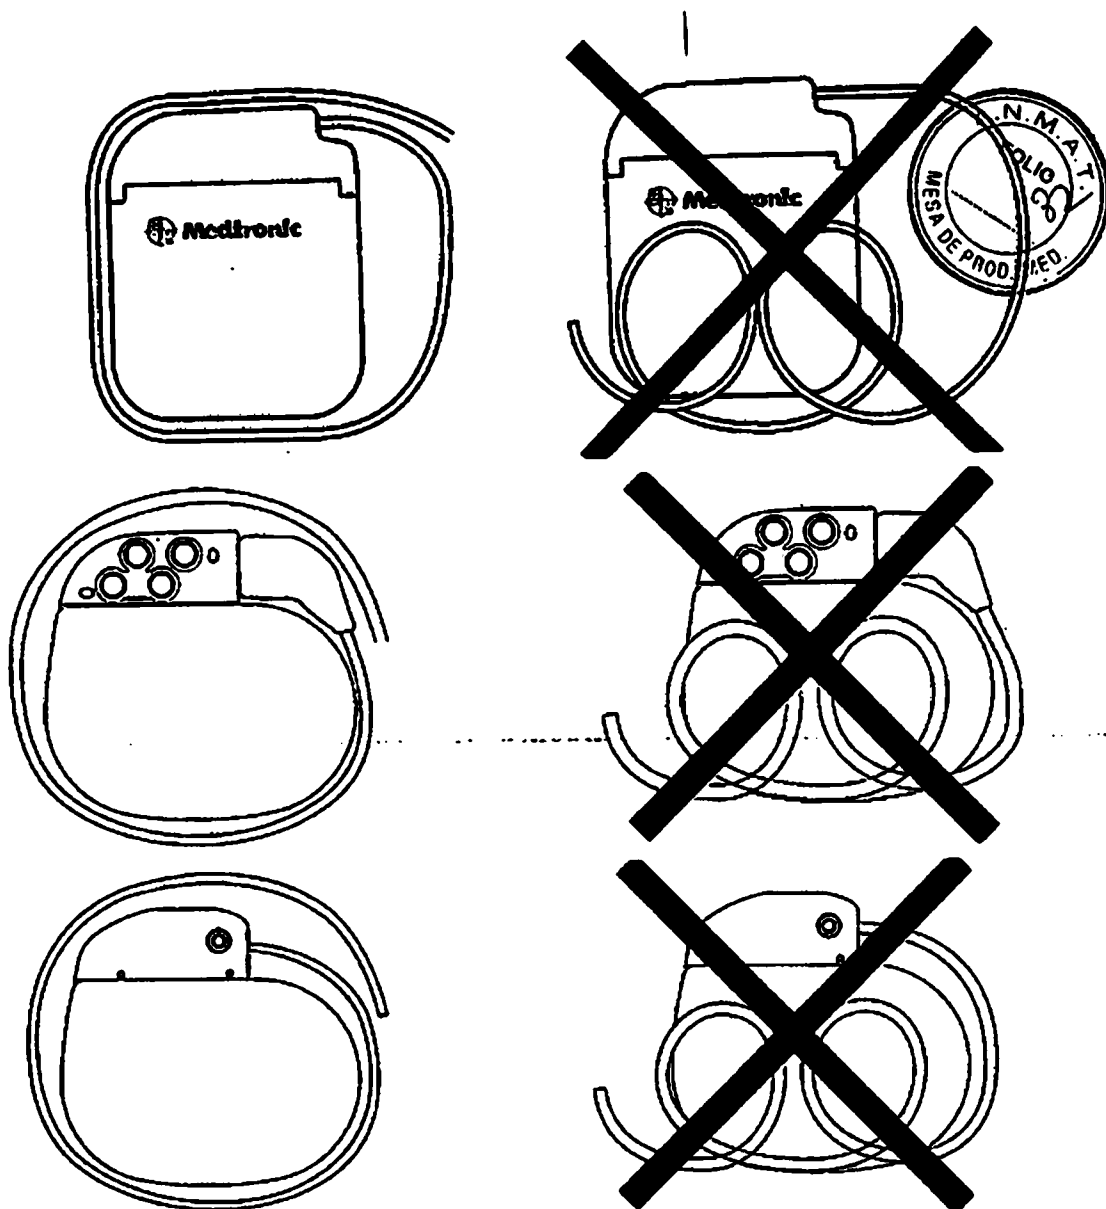

Figura 3. Enrolle la parte sobrante de la extensión alrededor del perímetro del neuroestimulador.
- No enrolle la parte sobrante de la extensión delante del neuroestimulador. Enrolle la parte sobrante de la extensión alrededor del perímetro (Figura 3) del neuroestimulador para reducir al mínimo la profundidad del bolsillo subcutáneo, los posibles daños durante la cirugía de sustitución del neuroestimulador, la posibilidad de torsión de la extensión y la interferencia con la telemetría. La parte sobrante de la extensión no debería dar más de dos vueltas alrededor del perímetro del neuroestimulador. Si la parte sobrante de la extensión da más de dos vueltas puede interferir en la telemetría.